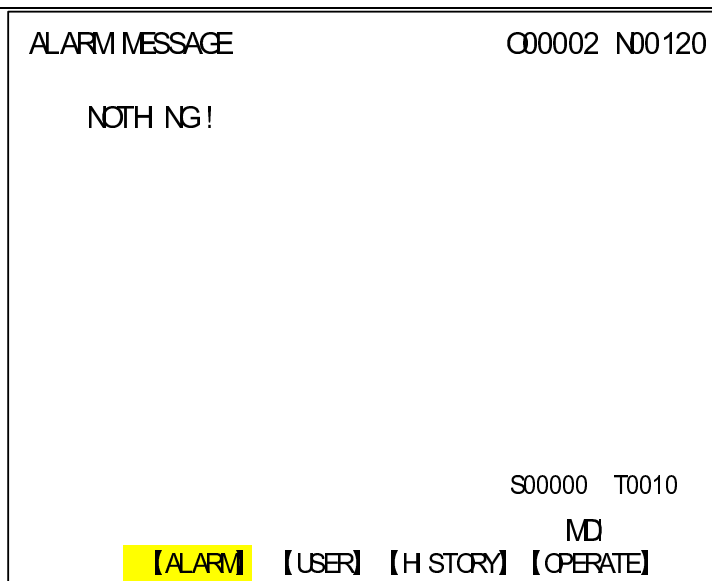
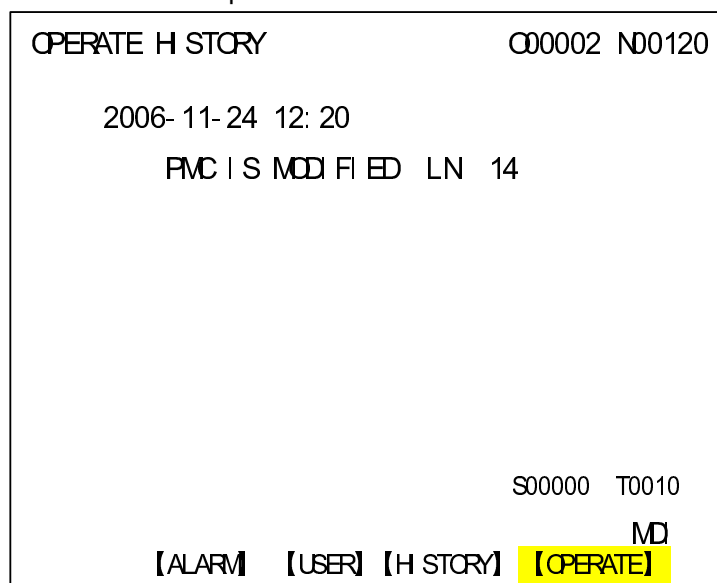

Fig.3-8-1
Fig.3-8-4
para exibir a página alarme, há 4 modos **【ALARM】**, **【USER】**, **【HISTORY】**, **【OPERATE】** nesta página, os quais podem ser visualizados pelas teclas correspondentes (vide Fig.3-8-1 a Fig.3-8-4). Eles também podem ser ajustados pelo parâmetro bit No : 24#6 para mudar para interface alarme se um alarme é acionado.
- 1 Interface alarme Na página <ALARM> , pressione **【ALARM】** para entrar nesta interface, como mostrado na Fig.3-8-1:
4 Interface OPERATE Na página <ALARM>, pressione **【OPERATE】** para entrar nesta interface, como é mostrado na Fig.3-8-4: